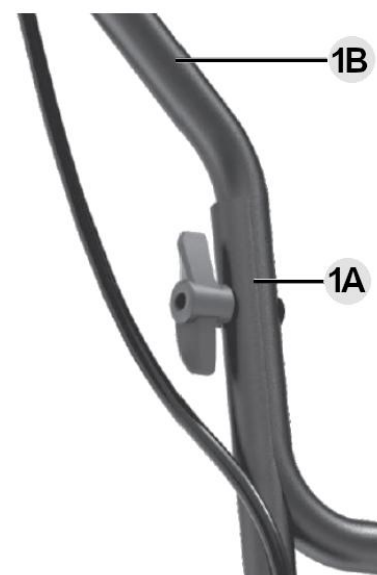

Rys. 2B
- W ten sam sposób zamocować uchwyt górny **1A** na uchwycie środkowym **1B** i skręcić za pomocą śrub **2** i nakrętek motylkowych **3**. (Rys. 2B)